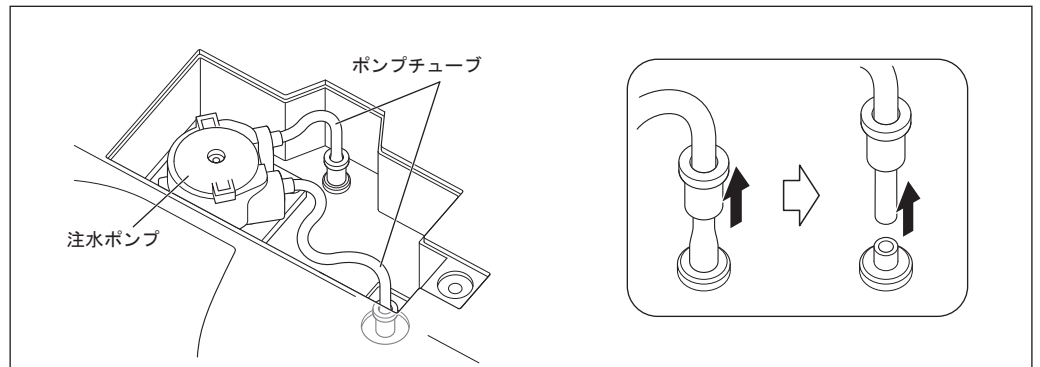

図53
- 3) ポンプチューブを2本、取り外します (図53)。
- 8) ポンプチューブを取り外しと逆の手順で取り付け、コネクタリングをコントロールユニットの奥までしっかり挿し込みます (図53)。